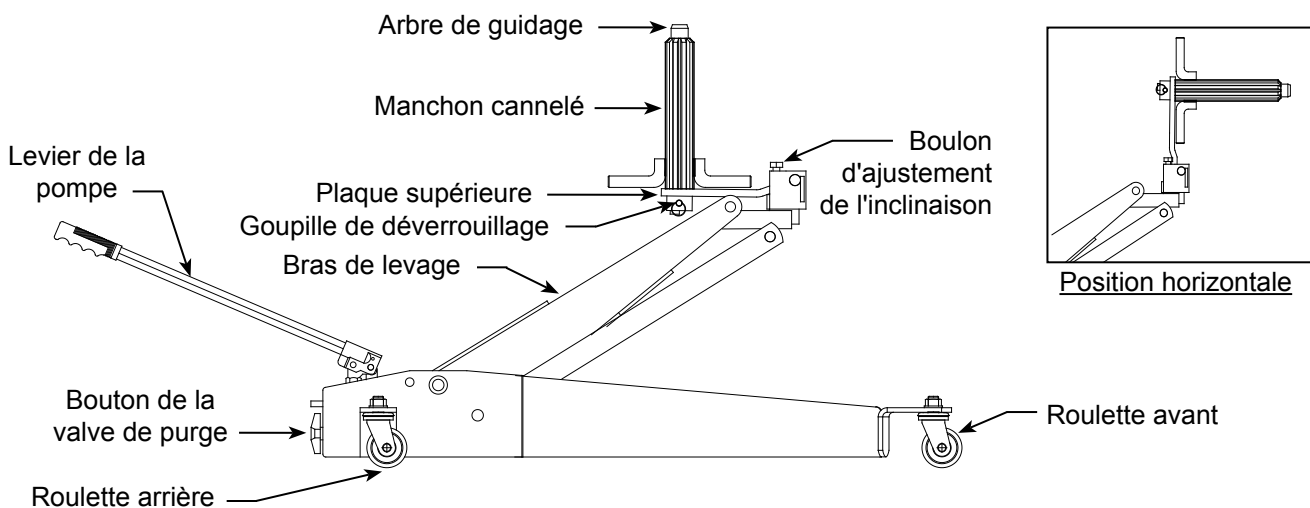

Figure 1 : Composants du modèle 40500
- Afin de vous familiariser avec le fonctionnement de base du cric, repérez le bouton de la valve de purge et tournez-le (voir figure 1) :